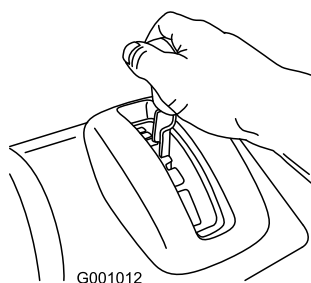

Figura 13
1. Posizionate la leva del selettore della velocità alla posizione desiderata di marcia avanti, assicurandovi che si blocchi nella tacca (Figura 13).